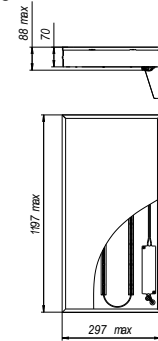
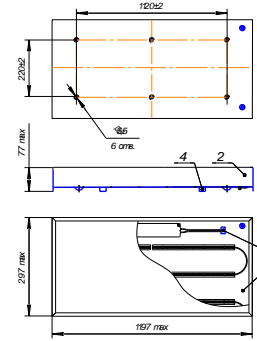

Рис.1
Рис.2
- для светильников со встраиваемым исполнением «В» (рис.1):
- подключить питающие и заземляющие провода к клеммной колодке (1) согласно схемы рисунка 3;
- для светильников с установкой на потолок накладным методом «П» (рис.2) (возможна установка в ячейку потолка типа Армстронг):
- извлечь корпус (1) из рамки (2);
- подсоединить питающие провода к клеммной колодке (3) согласно схемы рисунка 3;
- установить рамку с рассеивателем на корпус и загнуть ламели (4) внутрь корпуса, угол загиба более 90°